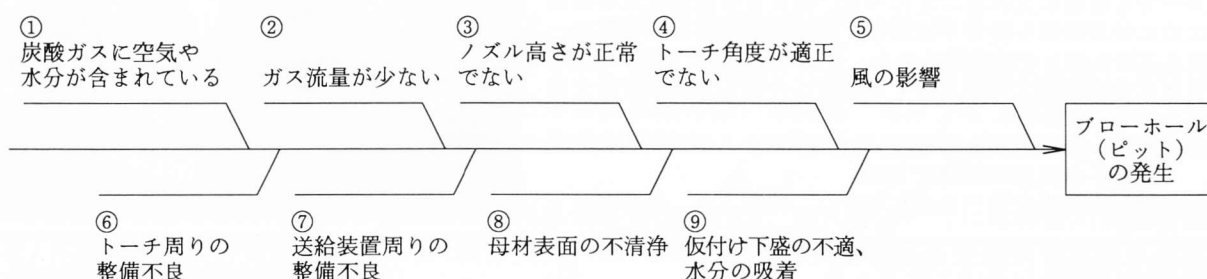

図1 ブローホールの発生原因特性要因図
先月号では図1の①から⑤の要因、主に空気(N₂)混入によるブローホール対策について説明いたしましたが、今月号では先月説明できなかった、⑥～⑨の要因のブローホール対策について説明いたします。
⑥ トーチ廻りの整備は十分か